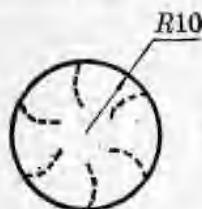
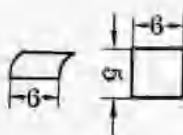
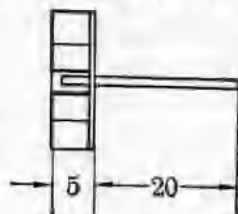

图 1
图 2
图 3
1. 制叶轮 i 在马口铁皮上画一半径为 10 毫米的圆，并照图 1 把圆画成六等分。这些等分线就是装轮叶的位置。
iii. 剪取 5×6 (毫米)² 马口铁皮六小块,照图2的样子弯成瓦片状,作为轮叶,然后把六片轮叶按图 1 圆片中虚线所示的位置,一一焊牢。轮叶也必须与圆片垂直。叶轮做好后,就象图 3 的样子。